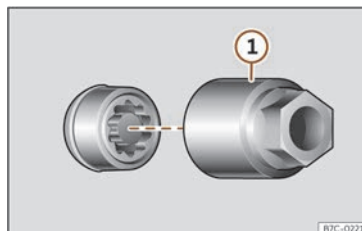

Abb. 240 Diebstahlhemmende Radschraube mit Abdeckkappe und Adapter
- Setzen Sie den Spezialadapter >>> (Abb. 240) ① (Bordwerkzeug >>> S. 363) bis zum Anschlag in die diebstahlhemmende Radschraube ein.